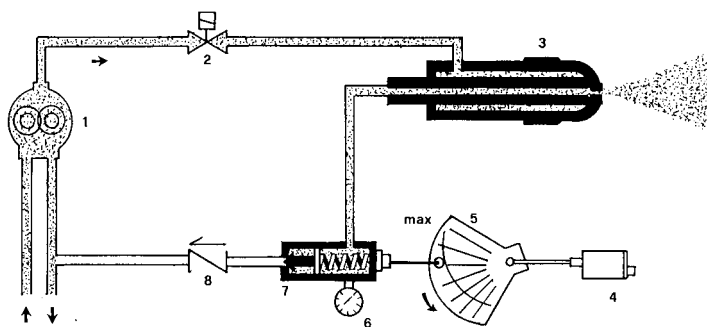

Рис. 22 - Большое пламя
- Разобрать, проверить и почистить головку сгорания (см. Рис. 22), при повторном монтаже тщательно соблудости все размеры, указанные (см. Таб. 1).